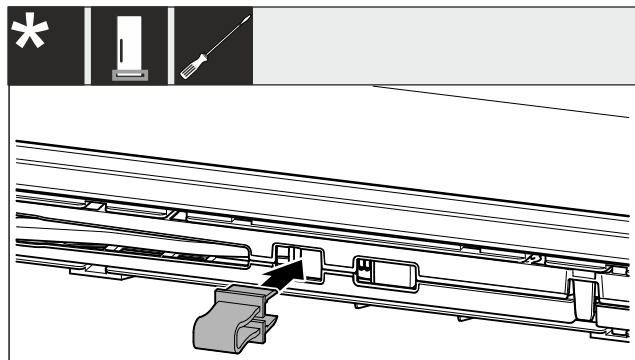

Fig. 4
- ▶ Fikseerige kaitse avasse Fig. 4 ().